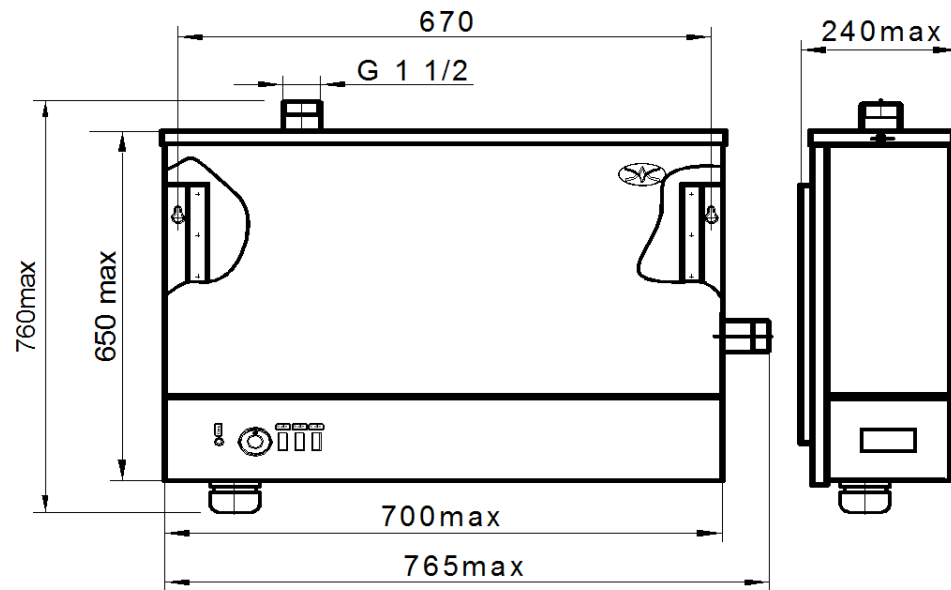

Рис.1 Водонагреватель ЭВПМ-72. Габаритный чертеж.
4.1. Водонагреватель рис.1 представляет собой корпус из трех труб соединенных патрубками, внутри которых расположены трубчатые электронагревательные элементы (ТЭН), объединенные в блок нагревателей. Корпус водонагревателя имеет два патрубка: нижний – для подвода холодной воды, верхний – для отвода нагретой воды. Корпус водонагревателя закрыт металлическим кожухом.